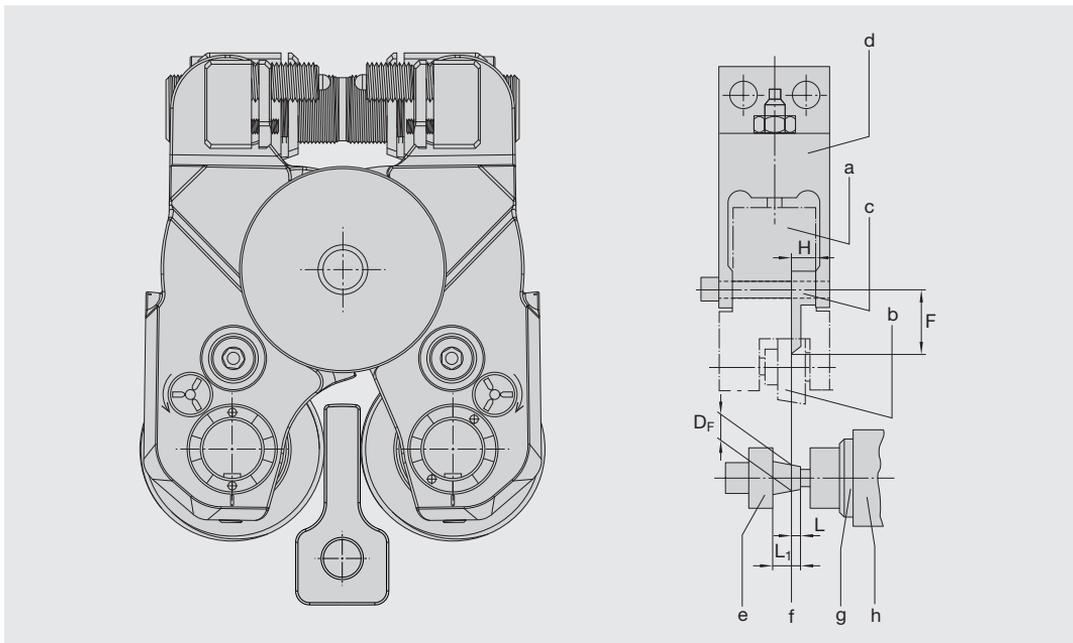

Abb. 16: Verwendung der Einstelllehre bei konischen Gewinden
2. Stellen Sie sicher, dass die Einstelllehre das Werkstück auf der Bezugsebene des konischen Gewindes berührt. (siehe Abbildung 16)